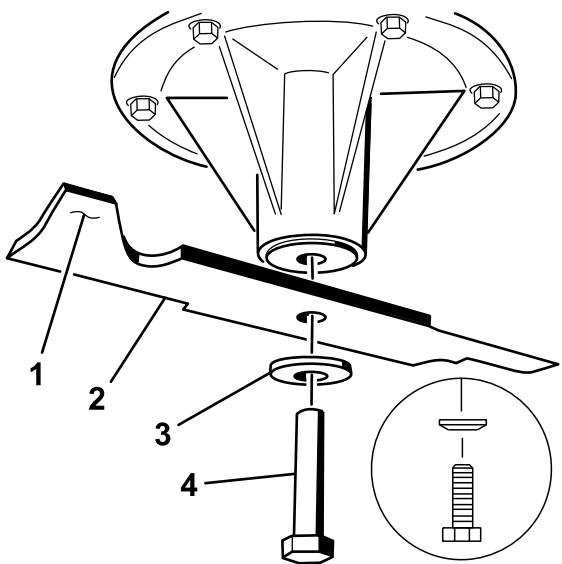
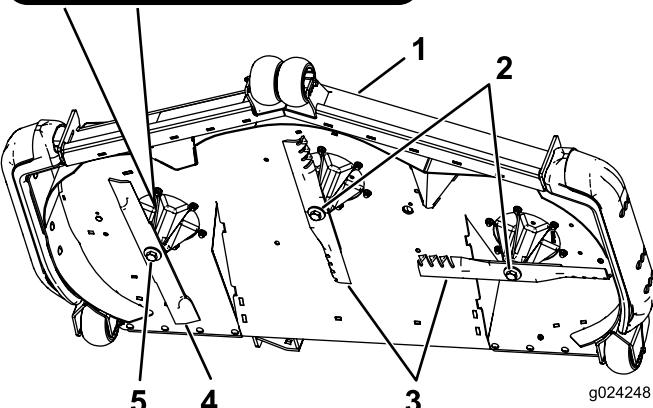

Figure 93
Figure 94
2. Vérifiez l'équilibre de la lame en la plaçant sur un équilibrage (Figure 92). Si la lame reste horizontale, elle est équilibrée et peut être utilisée. Si la lame est déséquilibrée, limez un peu l'extrémité de la partie relevée seulement (Figure 93). Répétez la procédure jusqu'à ce que la lame soit équilibrée.
Important: La lame droite de ce plateau de coupe est contrarotative et utilise un boulon à filetage à gauche. Reportez-vous à la Figure 94 pour positionner correctement les lames du plateau de coupe.
1. Reposez sur les axes, les lames gauche et centrale, les rondelles bombées et les boulons de lame (Figure 93 et Figure 94).
Remarque: Le cône de la rondelle bombée doit être dirigé vers la tête du boulon (Figure 93).
2. Posez sur l'axe, la lame droite, la rondelle bombée et le boulon (fileté à gauche) (Figure 93 et Figure 94).